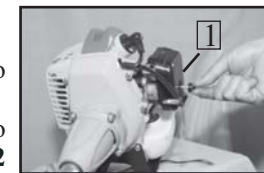

рис. 9
8.2.1 Открутите фиксирующий винт крышки воздушного фильтра (рис.9).
8.2.2 Снимите крышку воздушного фильтра 1 (рис.9), аккуратно потянув её на себя. Извлеките поролоновый воздушный фильтр 2 (рис.9).